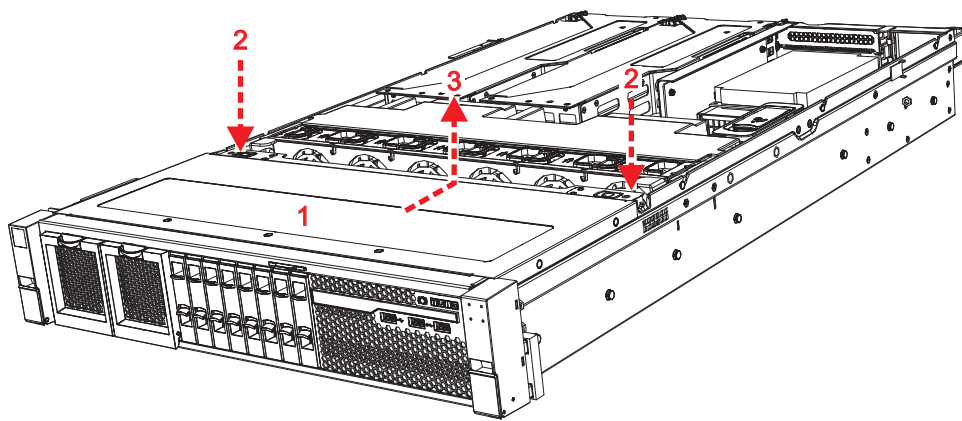

Figura 74. Removendo a tampa frontal superior do 2145-SV1
7. Pressione de leve ambas as travas (**2** em Figura 74) na borda traseira da tampa superior.
8. Deslize a tampa superior frontal para trás (**3** em Figura 74) até que você possa levantá-la.